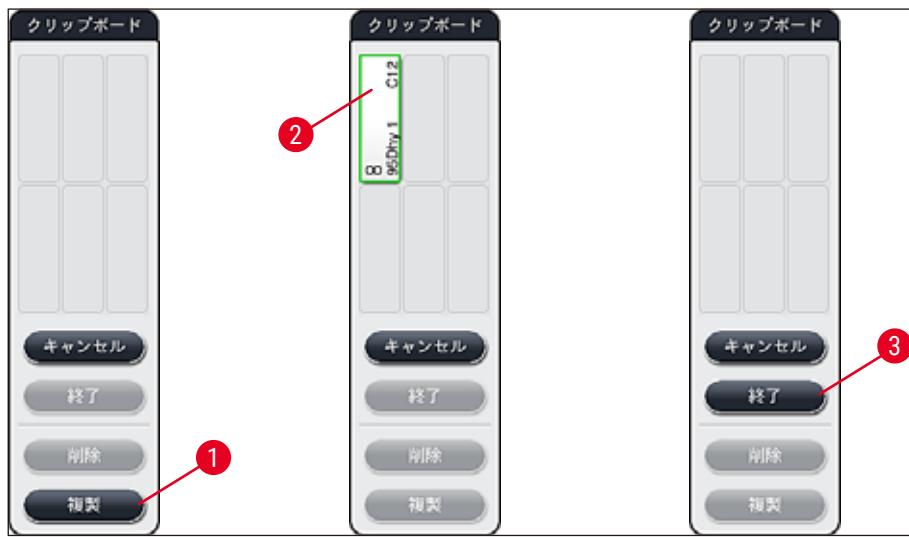

図 54
2. 続いて表示される情報メッセージに目を通し、「OK」で確認します。新しい「クリップボード」(→「図54」)ウィンドウが開きます。